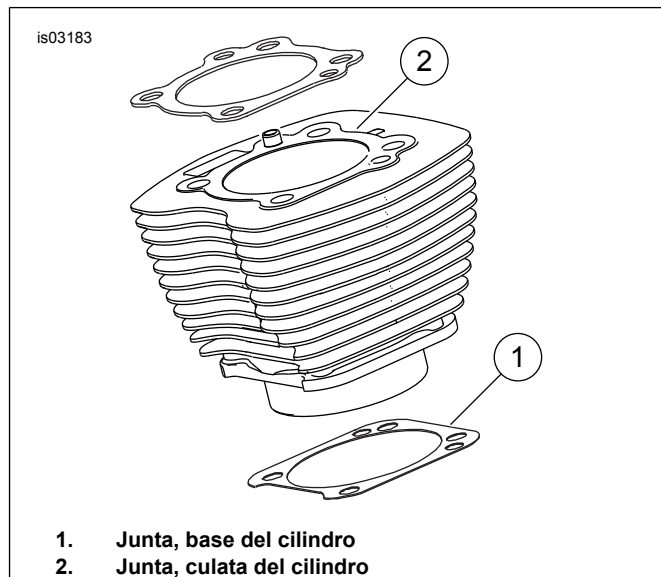

Figura 1. Juntas de los cilindros
- Vea Figura 1. La junta de la base del cilindro (1) de 103,1 mm (4.060 in) y la junta de la culata del cilindro (2) eliminan la necesidad de o-rings. No utilice o-rings en los pasadores de localización del cilindro ni en las lumbreras del cilindro.
- Cuando esté instalando la nueva junta de la base (1), instálela con el lado grabado hacia abajo y el lado cóncavo hacia arriba.